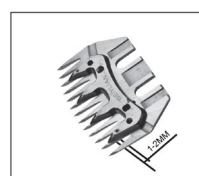

Fig.6
- Reglați pozițiile lamei și asigurați-vă că există 1,5-2 mm între cutiș și oaie în poziția plată (Fig. 6), astfel încât grăsimea sau murdăria de pe animale să nu interfereze cu mișcarea lamei.